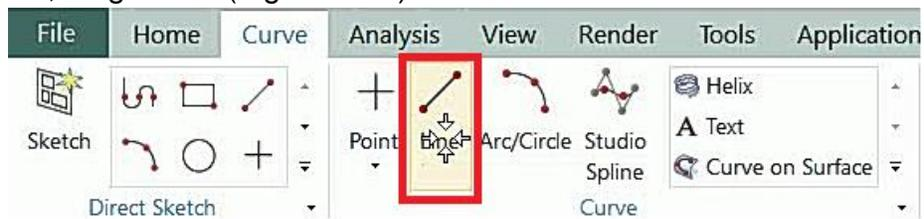

Figura 5.17 Menú, sección **Curve**, función **Line**.
- En la **ribbon bar**, seleccionar la pestaña de **Curve** y en la sección del mismo nombre, elegir **Line** (Figura 5.17).